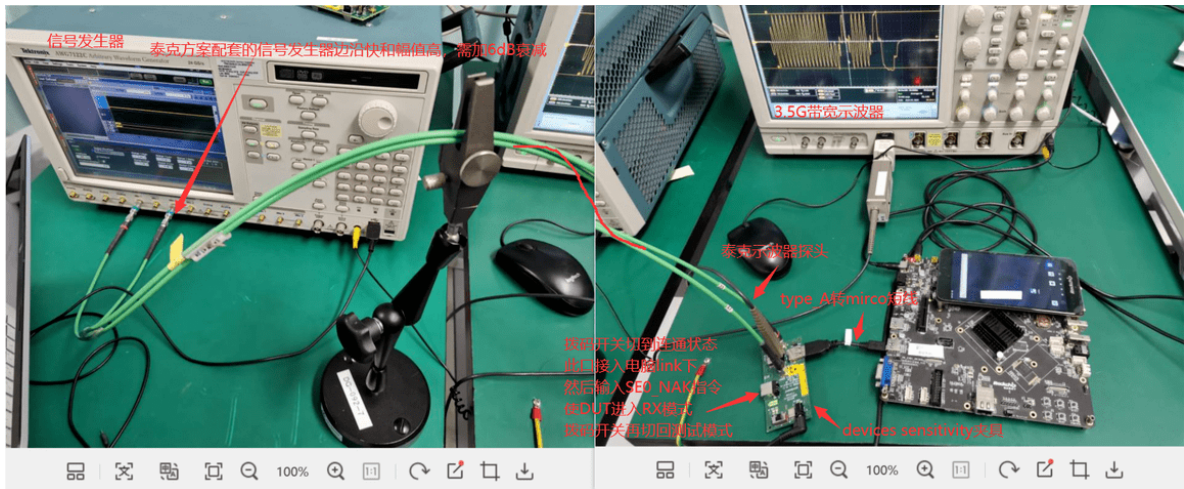

图 13 Tektronix USB 2.0 Rx 测试连接
1. 按照下图 13 所示，将 DUT 通过 Device Sensitivity 夹具与 Tektronix 的信号发生器、示波器连接起来。